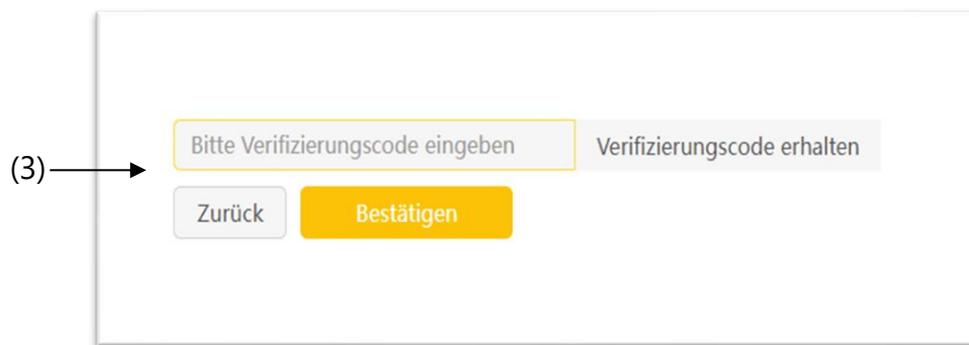

Abb. 13-4. Webseite für Löschen des Kontos (2/2).
- (2) Nach dem Klicken auf „Nächst“ wird ein neues Fenster wie Abb. 13-4 geöffnet.
- (3) Klicken Sie auf „Verifizierungscode“, dann wird der Verifizierungscode per E-Mail an Sie gesendet.
- (4) Geben Sie den Verifizierungscode ein.
- (5) Klicken Sie auf „Bestätigen“. Dann wird das Konto gelöscht und das Fenster wird geschlossen. Nach dem Löschen eines Kontos werden die persönlichen Daten im System komplett gelöscht.